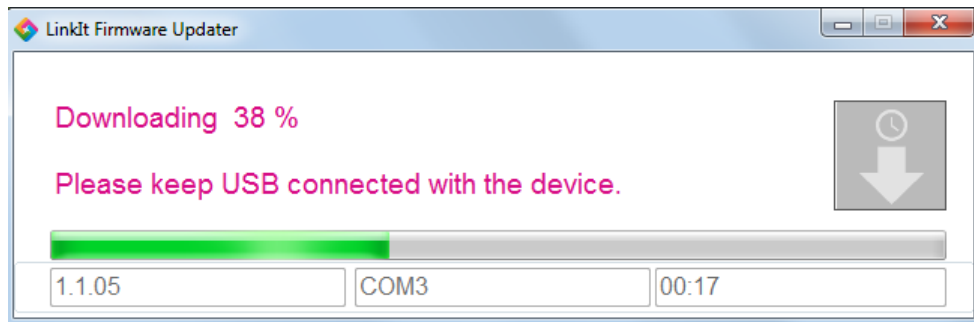

图 25 正在下载开发板的固件
- 5) 当 LinkIt ONE 开发板重新接上，固件即自动开始更新。LinkIt Firmware Updater 会回复正在下载固件，如图 25。